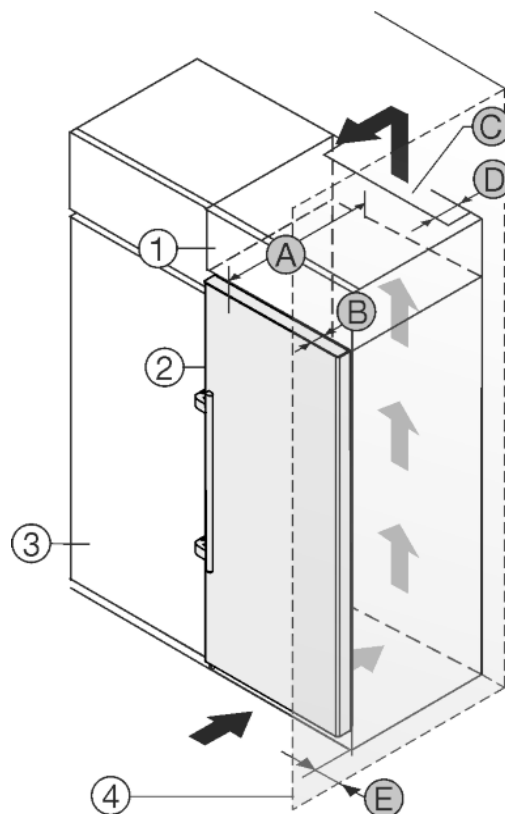

Fig. 30
Urządzenie może zostać obudowane szafkami kuchennymi. Aby dopasować urządzenie Fig. 30 (2) do wysokości ciągu szafek kuchennych, można nad urządzeniem umieścić szafkę nasadzaną Fig. 30 (1).
Urządzenie można ustawić bezpośrednio obok szafki kuchennej Fig. 30 (3). By móc całkowicie otworzyć drzwi, urządzenie musi wystawać przynajmniej o głębokość Fig. 30 (B) za front szafki kuchennej. W zależności od głębokości szafek kuchennych oraz od zastosowania elementów dystansowych urządzenie może wystawać jeszcze bardziej.
- Na tylnej ściance szafki nasadzonej wymagany jest wywiewny kanał wentylacyjny o głębokości *Fig. 30 (D)* na całej szerokości szafki.
- Pod sufitem pomieszczenia należy zachować przekrój odpowietrzający *Fig. 30 (C)*.
Jeżeli urządzenie będzie ustawiane z zawiasami do ściany *Fig. 30 (4)*, to pomiędzy urządzeniem i ścianą należy zachować odstęp *Fig. 30 (E)*. Na taką odległość wystaje klamka przy otwartych drzwiach.